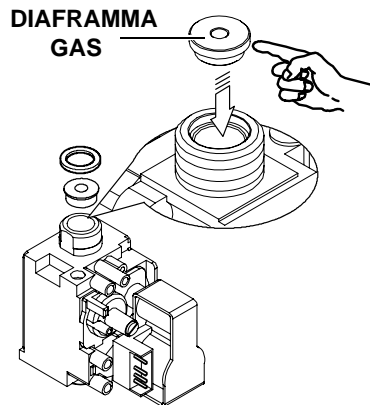

Figura 8.3 Diaframma gas.
- 5 Eseguire la trasformazione del tipo di gas sostituendo correttamente il diaframma gas **Figura 8.3**, facendo riferimento alle tabelle *Diaframma gas* nella sezione *Dati tecnici*.